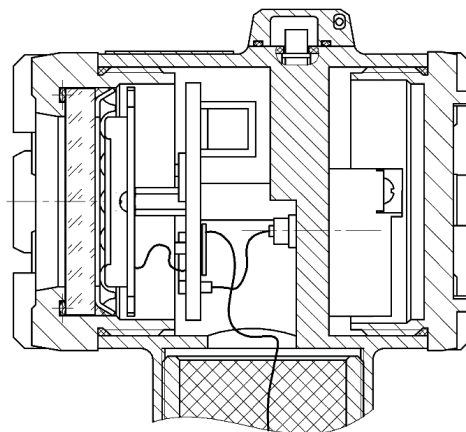

Рисунок 4 – Устройство двухсекционного корпуса
2.3.5 Корпус электронного преобразователя двухсекционный (рисунок 4). Внутреннее пространство корпуса датчика разделено на два герметичных отсека. Электронные компоненты не подвергаются воздействию окружающей среды при монтажных работах или разгерметизации кабельного ввода. В стандартном исполнении корпус выполнен из алюминиевого сплава АК12, наружная поверхность защищена полиэфирным покрытием, также доступно исполнение корпуса из нержавеющей стали 316L. Материал деталей корпуса – нержавеющая сталь AISI 316.